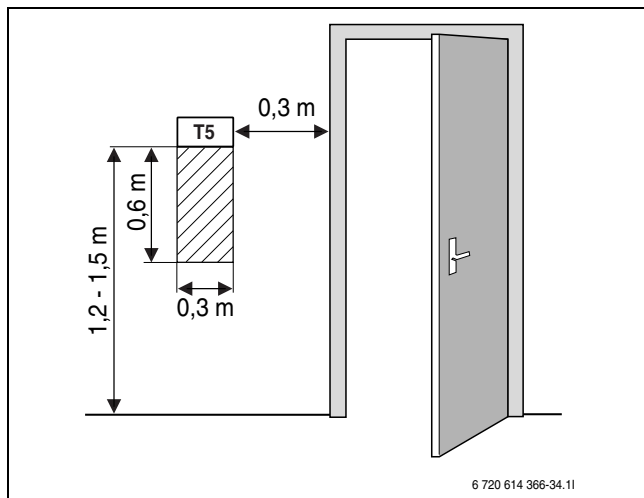

Рис. 23 Рекомендуемое место установки датчика комнатной температуры T5
- Беспрепятственная циркуляция воздуха в помещении под датчиком комнатной температуры T5 (оставьте свободной заштрихованную область, показанную на рис. 23).